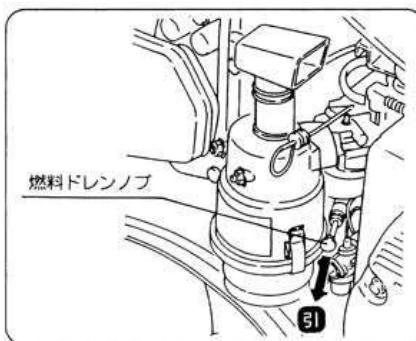

図54
### (4) 燃料の抜取り（図54）
- ① エンジンを30日以上使わないときは、燃料変質による始動不良等を防止するために、化油器内と燃料タンク内の燃料を燃料ドレンノブで引き燃料を抜いてください。